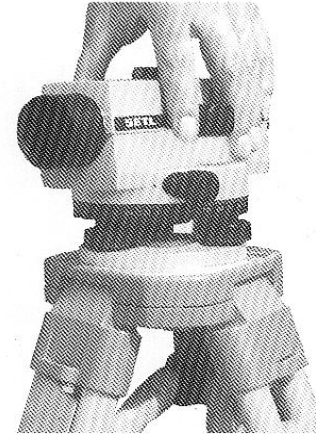

Рисунок 3
- Используя становой винт , закрепите прибор на Штативе (рис.3).